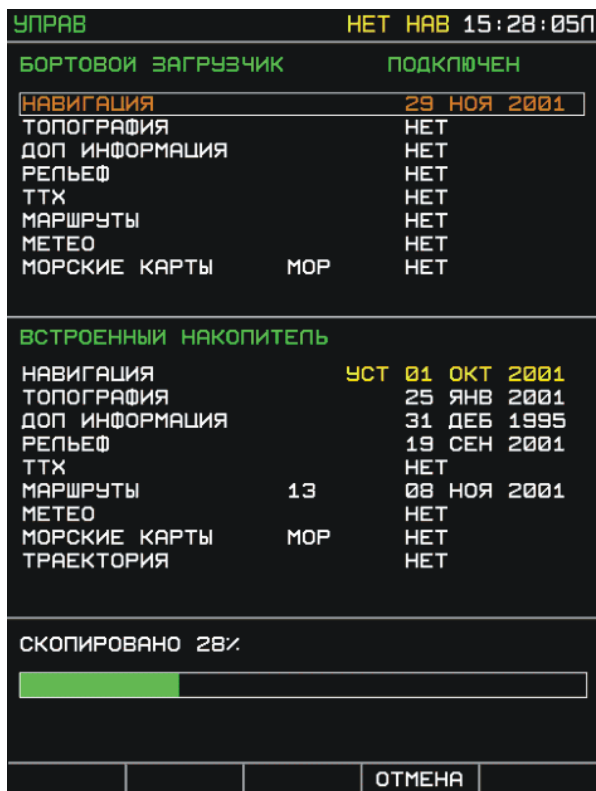

Рис.32. Отображение процесса обновления базы данных
8. Ход копирования отображается индикатором в нижней части дисплея. Дождитесь окончания копирования (Рис.32).